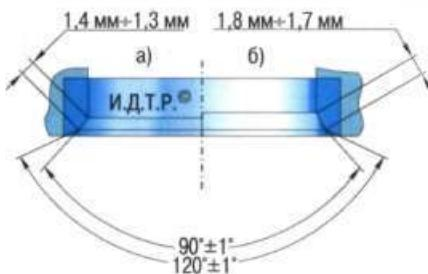

Рис. 5.8. Профиль седел клапанов: а – впускной клапан; б – выпускной клапан
29. Более значительные дефекты седел клапанов устраниют шлифовкой, выдерживая размеры, показанные на рис. 5.8. Седла рекомендуется шлифовать в специализированной мастерской, так как для этого требуются специальные инструменты и оборудование.